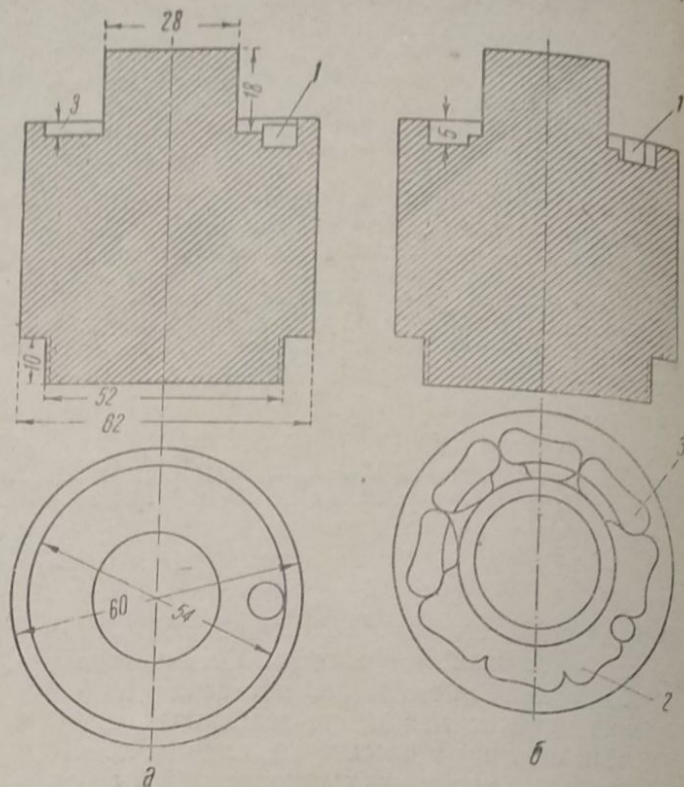

Рис. 2
Для закрепления звеньев при фрезеровке т. Болюков применяет специальные бабки (рис. 2), навинчиваемые на стол сверлильного станка центрично шпинделю. Бабки выполнены в виде цилиндров с площадками, на которые укладывают обрабатываемые звенья. На рис. 2, а показана бабка для фрезеровки крайних звеньев, а на
рис. 2, б — средних. На рисунке цифрой (1) обозначены упорные штифты, (2) — профиль площадки цилиндра, куда укладываются звенья, и (3) — отфрезерованные звенья цепи.